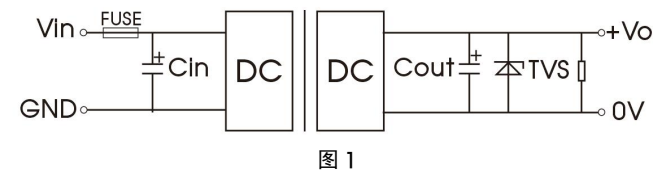

图 1
- (1) 产品测试及应用时, 请按照 (图 1) 推荐的测试电路进行; 至少保障外接一个电解电容 C_{in} ($\geq 220\mu F$), 用于抑制输入端可能产生的浪涌电压。
- (2) 如果产品输入端并联瞬变能量较大的电路 (如并联电机驱动电路), 或会导致产品输入电压被拉低, 此时关注产品输入电压的波动, 建议适当增大输入端电解电容 C_{in} 的容值, 以保障输入端电压稳定, 避免输入电压低于欠压保护点导致产品重复启动的情况。
- (3) 如果产品输出端为感性负载时 (如继电器、电机), 建议在容性负载规格内增大输出电容 C_{out} 容值, 并增加 TVS 管, 用以滤除电压尖峰。
- (4) 如需进一步减少输入输出纹波, 可适当加大外接电容 C_{in} 、 C_{out} 容值或选用串联等效阻抗值小的外接电容, 外接电容 C_{out} 容值不能大于产品的最大容性负载。